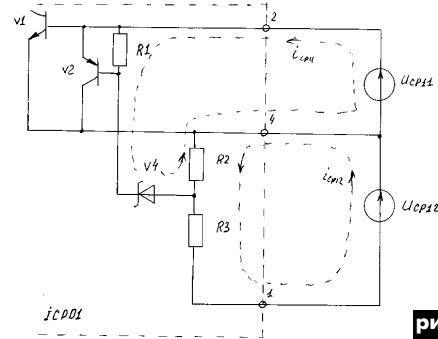

рис. 4
На **рис.4** показана эквивалентная схема формирования импульса отпирания силового транзистора V1 ICP01. До тех пор, пока QP01 не откроется, напряжение на конденсаторе CP11 будет расти. Напряжение ЭДС, накопленное на CP12, формирует отрицательный источник напряжения. При этом во время прямого хода ПН конденсатор CP12 разряжается через делитель напряжения R2, R3 ICP01. Как только условие (1) выполнится, сумма $U_{CP11} + U_{CP12}$ прикладывается к R1, V4, R3, и в результате через стабилитрон протекает ток от двух источников. Падение напряжения на R1 ICP01 прикладывается к V2 и отпирает